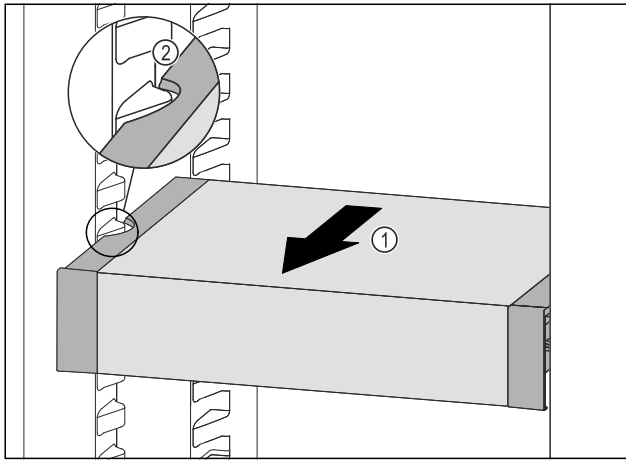

Fig. 56
- Tirare VarioSafe in avanti Fig. 56 (1) fino a quando le cavità laterali di VarioSafe non si trovano al livello della nervatura del contenitore nel vano frigorifero. Fig. 56 (2)